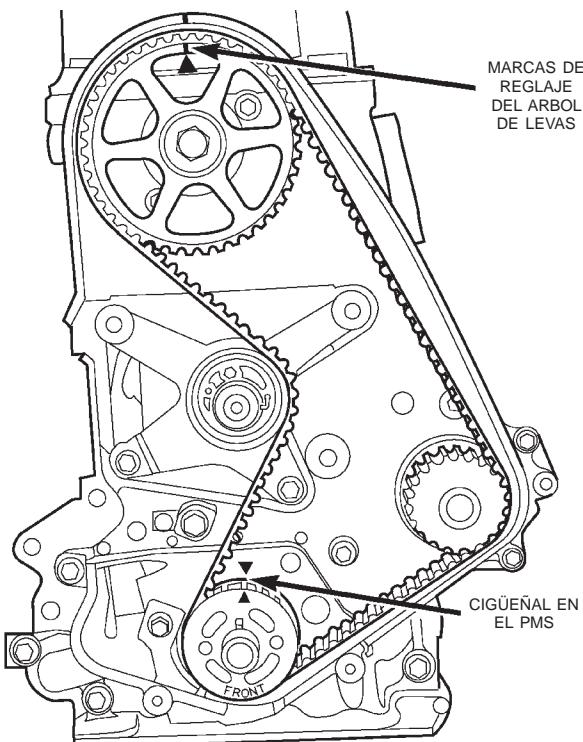

Fig. 63 Sincronización del cigüeñal y el árbol de levas
(6) Retire el pasador o la llave Allen de 3 mm (1/8 pulg.) del tensor de la correa.
(7) Haga girar el cigüeñal 2 revoluciones y verifique el alineamiento de las marcas de reglaje (Fig. 63).
(8) Instale la mitad delantera de la tapa de distribución.
(9) Instale la ménsula de soporte del motor.
(10) Instale el conjunto de la bomba de la dirección asistida.
(11) Instale el soporte derecho del motor. Consulte el procedimiento que se describe en esta sección.